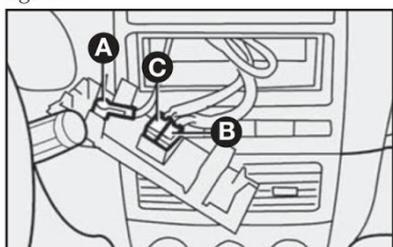

fig. 135
- cabo e plugue de alimentação elétrica para o autorrádio C-fig. 135.
- cabo e conector para antena de teto A-fig. 135.
- cabos e plugue para conexão dos alto-falantes e tweeters B-fig. 135.
- cabo de alimentação do autorrádio C-fig. 135.
- cabo para alto-falante dianteiro e traseiro B-fig. 135.